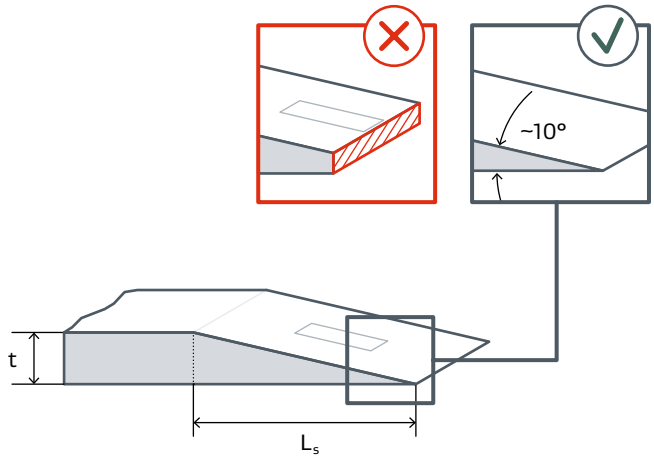
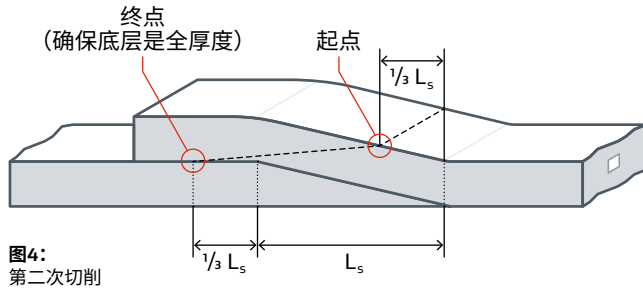
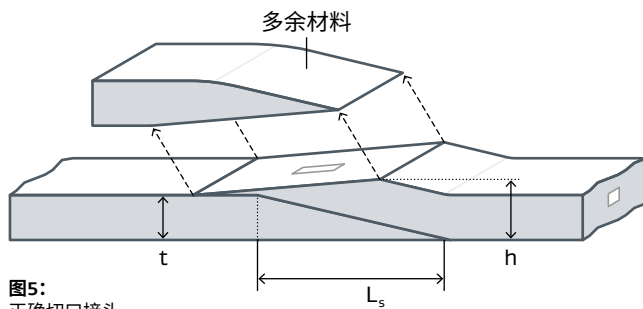

图3：第一次切削。末端不得有台阶。
图4：
图5：
表1: 切口尺寸（参考图3和图5）。
用切削方式切割带状垫片时，必须按适合的角度切割切口末端，以便使切口末端法兰平滑相接。不可出现台阶（见图3）。
- 第二次切削的起点位于垫片材料的顶部，距离底部切削的终点 $1/3 (L_s)$ （见图4）。这将使切口最高部位的厚度比基础层垫片约高出 $1/3$ ，如图5中(h)所示。